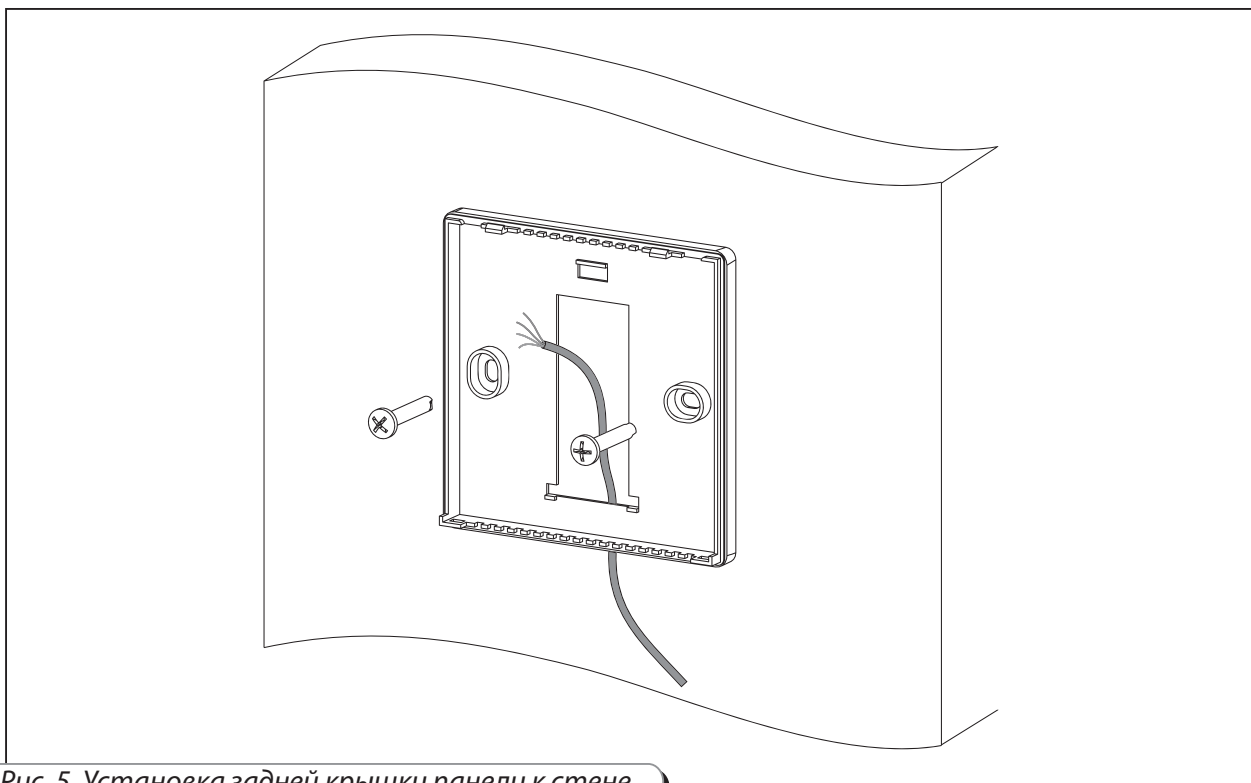

Рис. 5. Установка задней крышки панели к стене
- Закрепите заднюю крышку панели к стене (рис. 5).